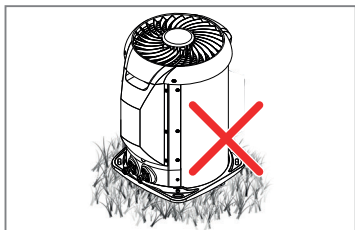

FIG. 3 - DESNIVELAMENTO DA UNIDADE CONDENSADORA
- Recomenda-se que a instalação das unidades não seja feita diretamente sobre superfícies irregulares, tal como grama, pois acabará por prejudicar o nivelamento da unidade (Fig. 3).